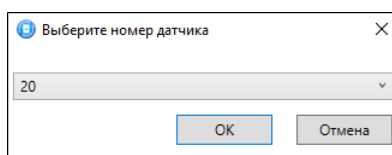
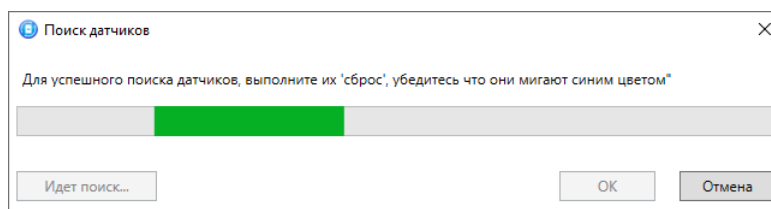

Рисунок 8.4 — Ввод номера радиоустройства
Рисунок 8.5 — Поиск радиоустройства
- В открывшемся окне выберите будущий номер радиоустройства. Вы можете оставить наименьший доступный номер, который уже указан по умолчанию, или указать любой номер, незанятый другими радиоустройствами и ШС (см. рисунок 8.4). После этого контроллер начнет поиск радиоустройства (см. рисунок 8.5).